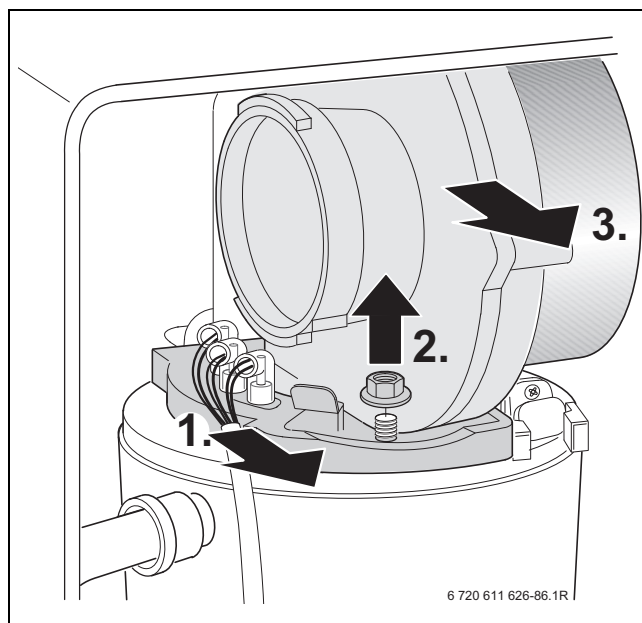

Fig. 75
- ▶ Retirer le câble des électrodes d'allumage et de contrôle, → figure 75.